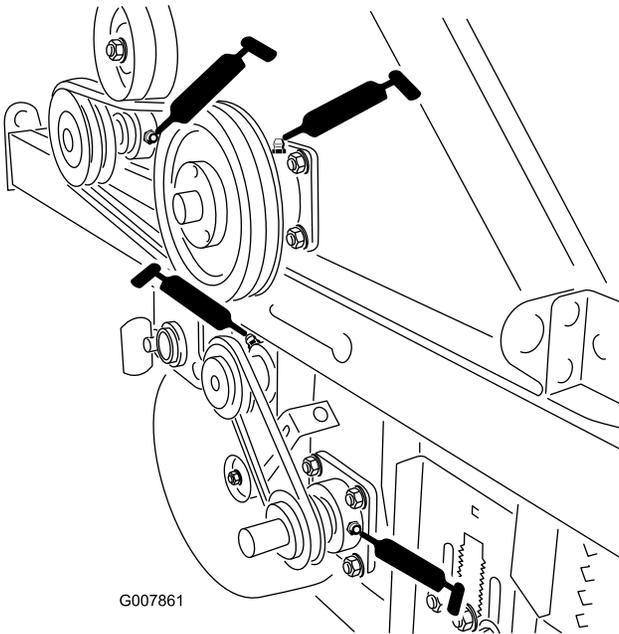

Figura 43
- Conjunto do cortador, Qtd. 2 (Figura 43 & Figura 41)
- Canto rotativo, Qtd. 2 (Figura 43 & Figura 41)
- Escova de recolha, Qtd. 2 (Figura 43 & Figura 41)